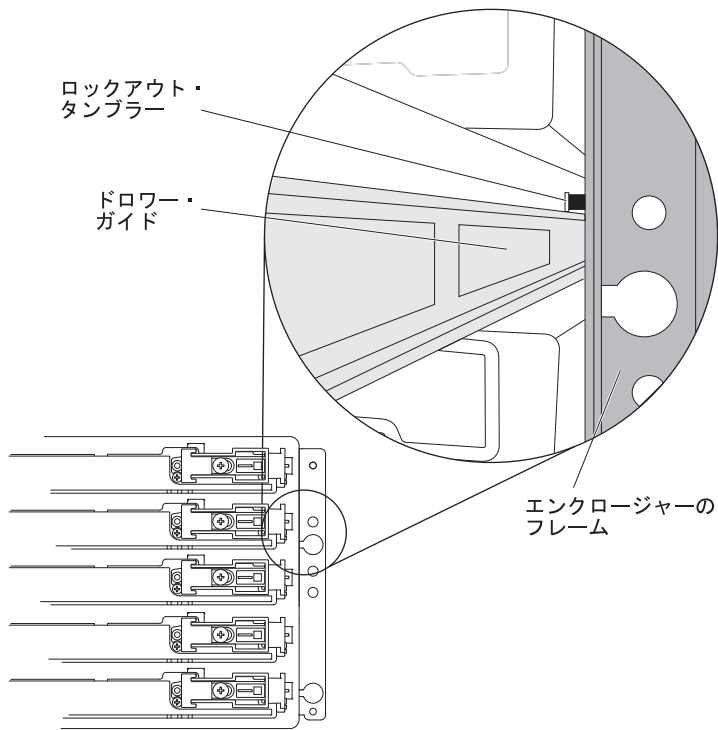

図 89. ロック・タンブラーがドロワー・ガイドより上にある場合
- a. ストレージ拡張エンクロージャーの前面で、新しいドライブ・ドロワーをスロットに取り付け、その際に、ロックアウト・タンブラーが必ずドロワー・ガイドより上にくるようにします。 ロックアウト・タンブラーは、フレームに取り付けられている小さな位置合わせ部品です。 142 ページの図 89 に、エンクロージャーの前面から見た、ロックアウト・タンブラーの位置を示します。